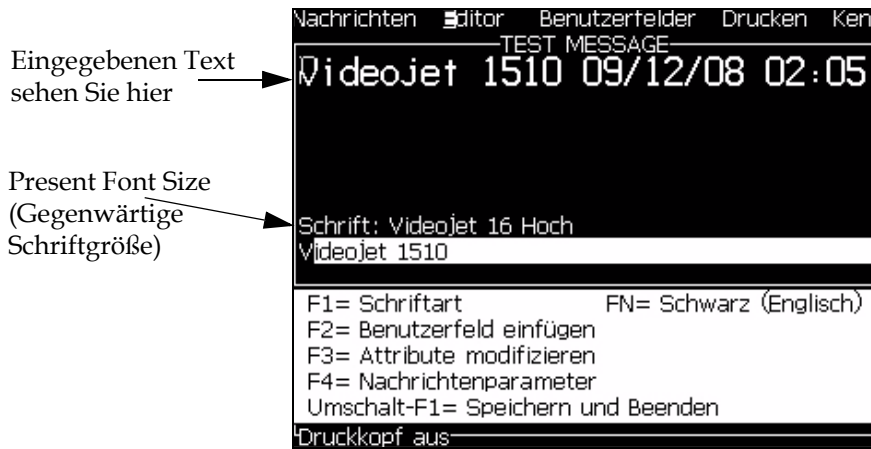

Abbildung 5-5: Create New Message (Neue Nachricht erstellen)
- 4 Drücken Sie die Taste *Enter*. Der Bildschirm *Message Editor (Nachrichteneditor)* erscheint (siehe Abbildung 5-5 auf Seite 5-21).